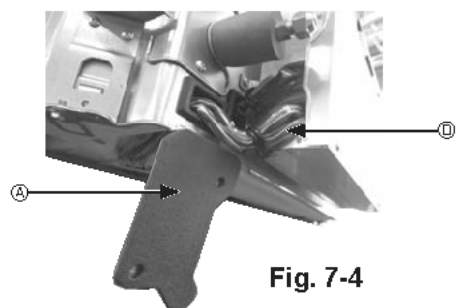

Fig. 7-4
- ① Rimuovere le due viti di fissaggio del copricavi dell'unità principale, quindi aprire il copricavi.
- ② Inserire i cavi dell'i-See sensor e del ricevitore di segnale nella scatola dei componenti elettrici facendoli passare attraverso gli ingressi dei cablaggi, come illustrato nello schema, e intorno alle boccole sul lato dell'unità principale. (Fig. 7-4)